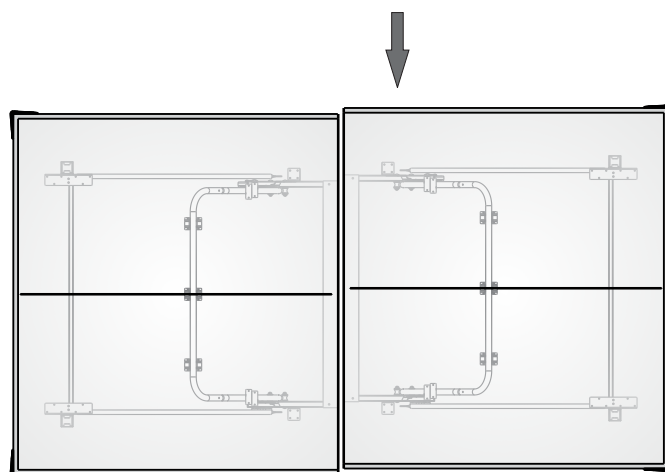

Figura 16
SI LA MESA NO ESTÁ ALINEADA CORRECTAMENTE: (ver Figura 16)
3. Con la ayuda de otros dos adultos, empuje las dos mitades de la mesa hasta que estén alineadas las dos mitades y volver a apretar las tuercas con alas (#32) como se muestra en la Figura 16.